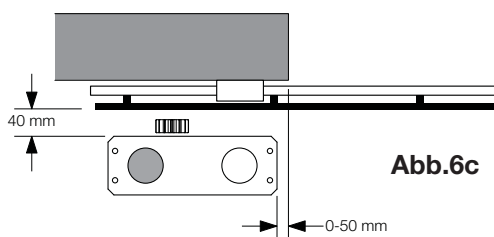

Abb.6c
- Abb. 6c: Installation mit Motor links